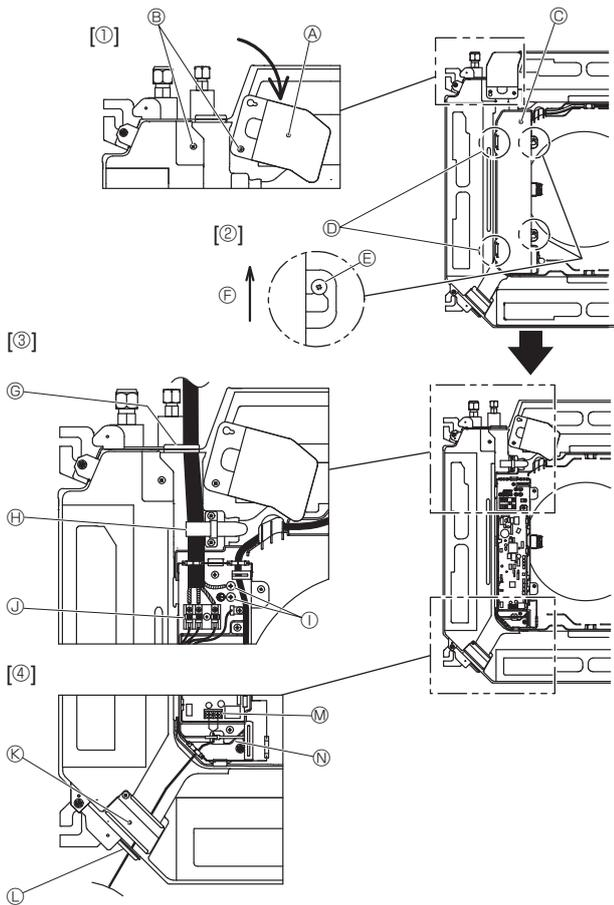

Fig. 6-1
6.1. Innenanlage (Fig. 6-1)
1. Die beiden Befestigungsschrauben der Kabelblende lösen und dann die Kabelblende drehen. [Fig. 6-1 ①]
2. Die beiden Befestigungsschrauben des Elektrokastendeckels lösen und dann den Deckel verschieben. [Fig. 6-1 ②]
3. Führen Sie das Netzkabel, das Verbindungskabel für Innen-/Außengerät und den Schutzleiter durch die Verdrahtungseingänge in der Abbildung. [Fig. 6-1 ③] Bringen Sie den Ummantelungsabschnitt des Netzkabels und des Verbindungskabels für Innen-/Außengerät im Elektrokasten unter. Verwenden Sie runde Crimp-Klemmen für die Innengerät-Außengerät-Verbindungsklemme und den optionalen Bausatz für die Netzanschlussklemmen. [Fig. 6-2] Falls keine runden Crimp-Klemmen verwendet werden können, wie in Fig. 6-3 bis 6-6 gezeigt vorgehen. Zur Verbindung siehe 6.1.1 und 6.1.2.
4. Das Fernbedienungskabel durch die in der Abbildung gezeigten Verdrahtungseingänge führen und anschließen. [Fig. 6-1 ④, Fig. 6-3] Zur Verbindung siehe 6.1.1 und 6.1.2.